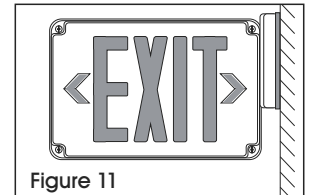

Figure 11
16. Appuyez sur l'unité pour vous assurer qu'elle est bien sécurisée au mur. La distance entre le support et le mur doit être moins de 2 mm. (Voir Figures 11 et 12)